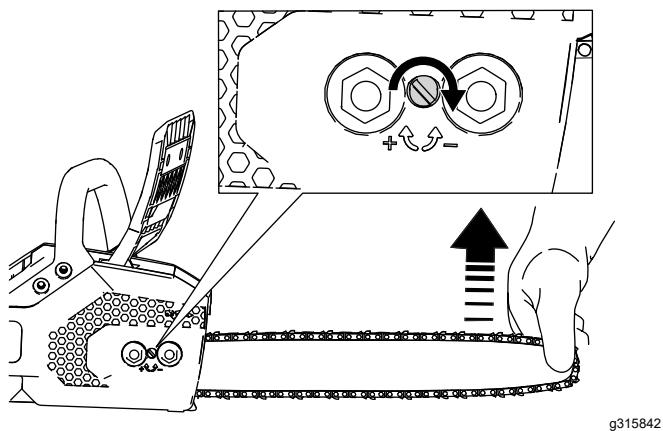

Figura 30
6. Levante la punta de la espada (Figura 30).
- **Para apretar la cadena**, gire el tensor de la cadena en sentido horario (Figura 30).